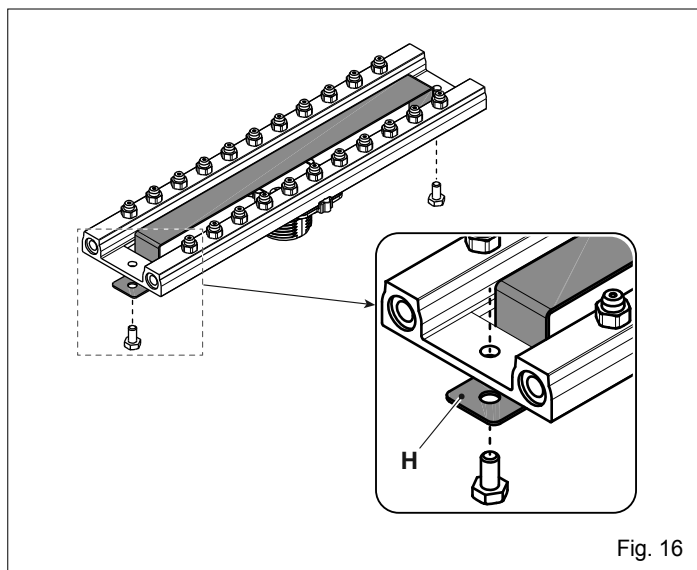

Fig. 16
- fissare al bruciatore, il collettore e la flangia utilizzando le viti precedentemente rimosse. (fig."Fig. 16")